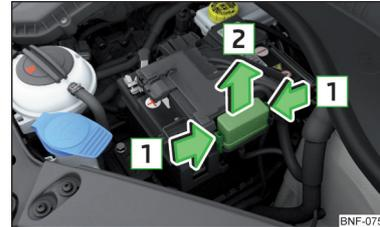

Abb. 169
Die Sicherungen befinden sich unter einer Abdeckung neben der Fahrzeugbatterie » Abb. 169.
- Die Verriegelungstaste **1** der Abdeckung » Abb. 169 gleichzeitig zusammendrücken.